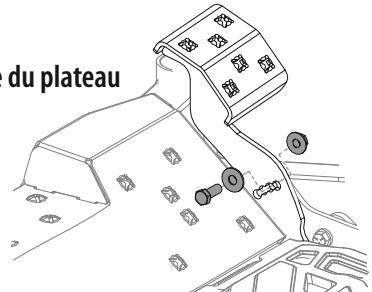

Figure 40
2. Retirez le boulon hexagonal, la rondelle et l'écrou hexagonal près du centre de la pédale. Voir Figure 40.